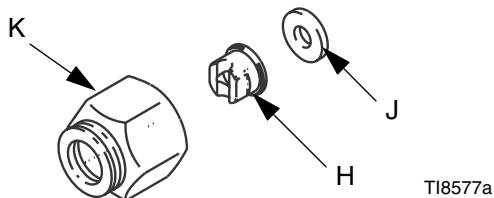

FIG. 7: Montere spraydysen
2. Monter spraydysen (H) og pakningen (J) i dysens festemutter (K). Skru delene godt på pistolen. Trekk det hele til med en fastnøkkel. Se FIG. 7.
1. For å justere retningen til sprøytemønsteret med viftedysen, retter du sporet i dysen horisontalt for å få et horisontalt mønster og vertikalt for å få et vertikalt mønster. Se fig. 7.